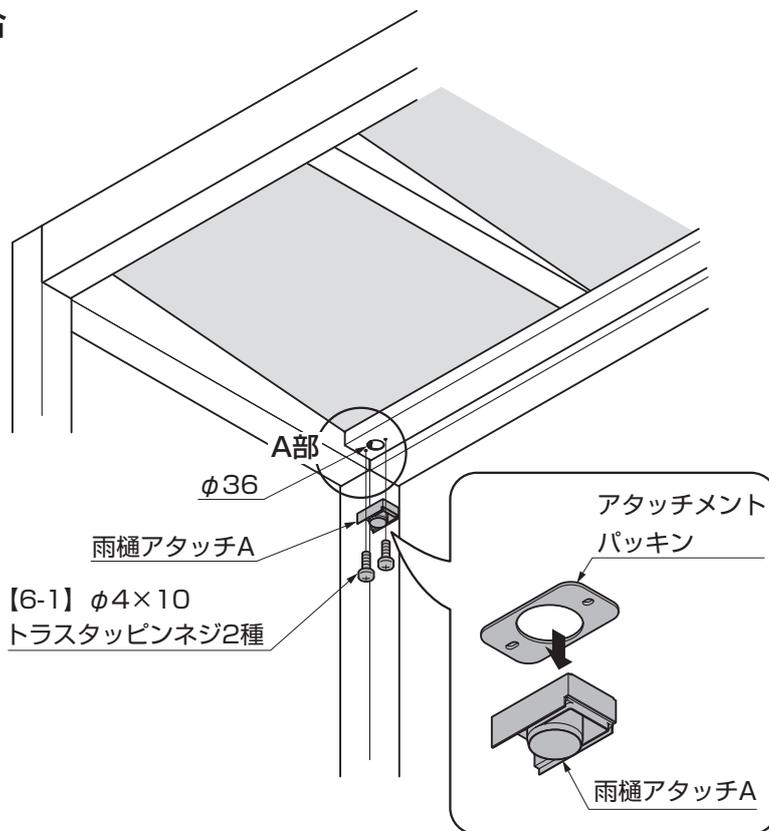

図12-25
- ②アタッチメントパッキンを雨樋アタッチAに貼付けて樋に【6-1】で取付けてください。（図12-25参照）